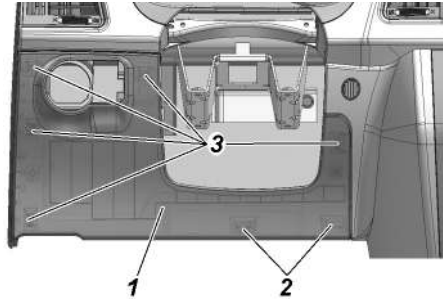

Рис. 9.28. Установка крышки блока реле и предохранителей :
- вывести из зацепления две защелки 2 (рис. 9.28) с оборотной стороны крышки блока, расположенные в нижней ее части;